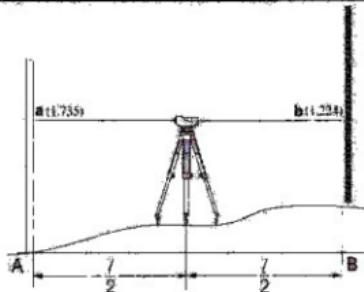

Fig.5
4. Diferenta de inaltaime intre punctele A si B, este a-b ( Fig.5)